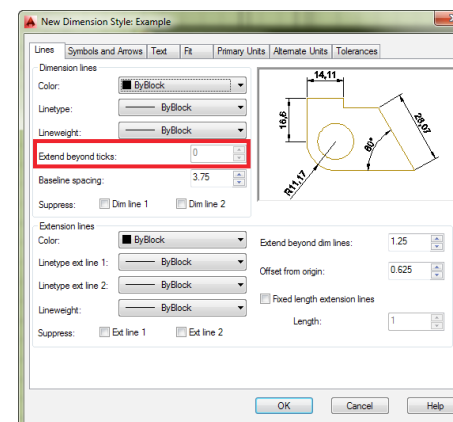

Рис. 92 Удлинение боковых размерных линий за засечки
- **Extend beyond dim lines (Удлинение за размерные линии).** Этот параметр регулирует выступ боковых размерных линий за засечки (Рис. 92).